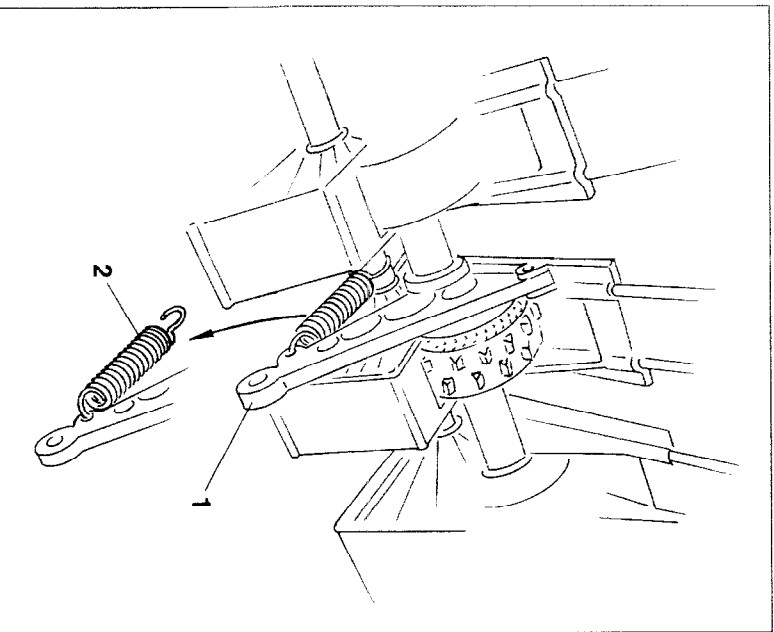

Fig. 7.22
- Les paliers de maintien (fig. 7.22/1) de l'arbre de distribution sont accrochés à un ressort. Démontez les ressorts (fig. 7.22/2).
- Fixez les paliers de maintien de l'arbre de distribution (fig. 7.22/1) au moyen de ressorts (fig. 7.22/2).